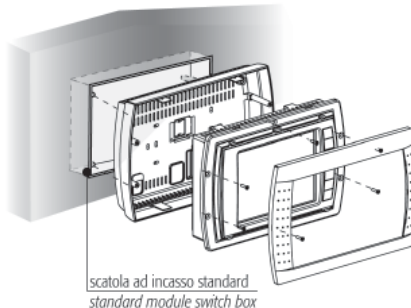

Fig. 3
Для правильной установки терминала на стену необходимо, чтобы тыльная часть корпуса (рис. 3) была закреплена в стандартной коробке типа 12/14 для переключателей (как предусмотрено CEI23-48 – IEC60670).
- Предварительно закрепите переднюю панель на корпусе терминала: Соберите конструкцию в одно целое как показано на рис. 3, используя для этой цели 4 винта с потайной головкой из пластикового пакета, вложенного в упаковку терминала.